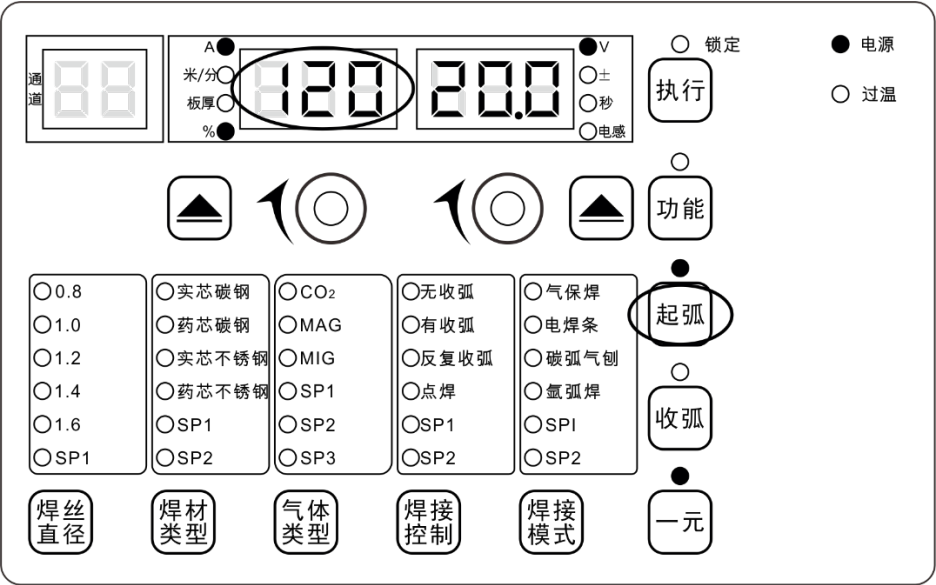

图3-10 起弧参数百分比设置界面
1. 短按起弧参数键，起弧参数指示灯和“%”指示灯点亮时，进入起弧参数设置，如图 3-10 所示：